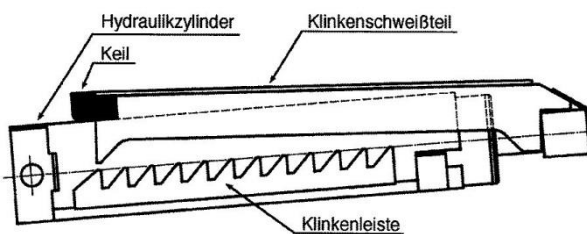

Figure 5 : Retirer la cale dans cette position.
- Retirer l'objet entre les vérins et les crans. (Figure 5)